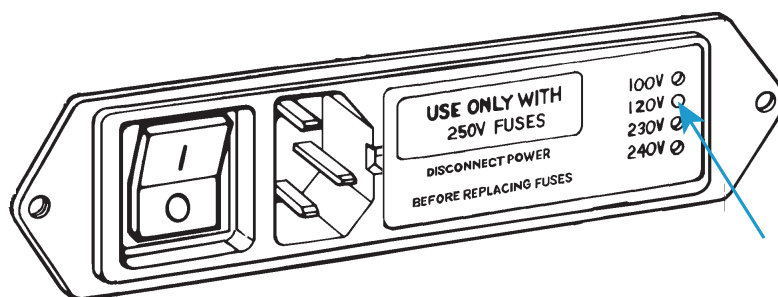

Figure 4. Connecteur d'alimentation électrique avec réglage de tension
2. Inspectez le connecteur d'alimentation et consultez Figure 4 à la page 38. Il comporte quatre trous alignés verticalement du côté droit, chacun correspondant à une tension de ligne différente. La tension actuellement est indiquée par une goupille en plastique blanc située dans l'un des trous. La tension indiquée dans la Figure 4 est de 120 V.
3. Déposez le porte-fusible (1) du connecteur d'entrée d'alimentation, en exposant la carte de sélection de tension (2) comme illustré ci-dessous.
4. Retirez la carte de sélection de tension (2) au moyen d'une pince à bec long, comme illustré ci-dessous. La broche indicatrice de tension est libellée (3).
5. Positionnez la carte de sélection de tension pour que la broche indicatrice (3) soit orientée vers le haut comme indiqué ci-après. En maintenant la goupille dans cette position, faites tourner la carte jusqu'à ce que le réglage de tension souhaité soit indiqué dans le bas de la carte.
8. Remontez le porte-fusible dans le connecteur. Vérifiez que la goupille indique le réglage de tension souhaité. Voir Figure 4 à la page 38 pour référence.